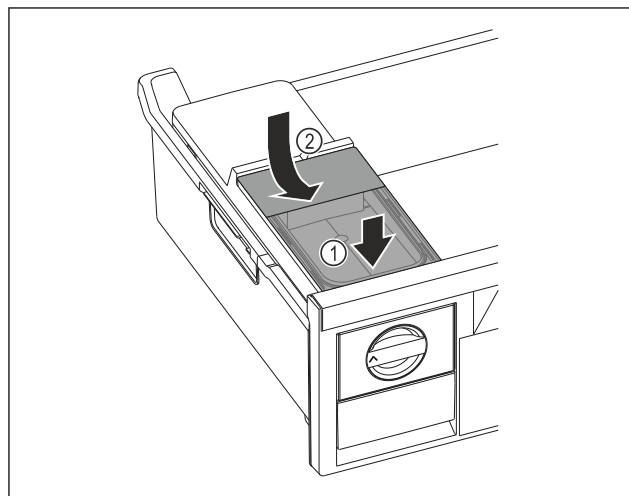

Fig. 82
- ▶ Nasadíte vpředu nádržku na vodu. Fig. 82 (1)
- ▶ Spustíte nádržku na vodu vzadu dolů. Fig. 82 (2)